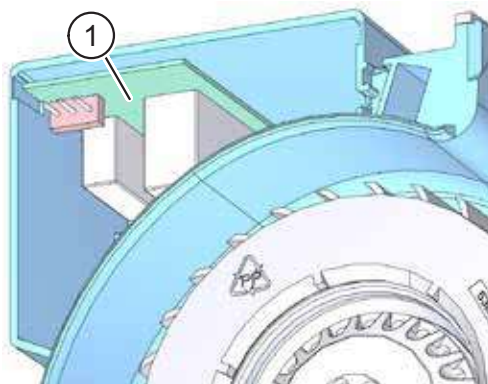

Abb. 17: Steuerplatine entfernen
- ▶ Ziehen Sie die Steuerplatine (Pos. 1 in Abb. 17) nach hinten aus der Halterung.